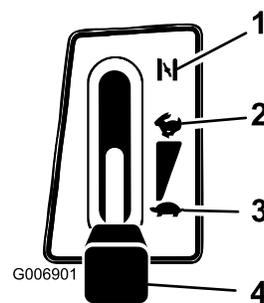

Bild 9
4. Stellen Sie den Gasbedienungshebel auf Choke (Bild 9).
6. Schieben Sie den Gasbedienungshebel, sobald der Motor angesprungen ist, langsam auf Schnell (Bild 9). Sollte der Motor stoppen oder stottern, schieben Sie den Gasbedienungshebel wieder für ein paar Sekunden auf die Choke-Stellung, schieben Sie den Gasbedienungshebel dann auf Schnell. Wiederholen Sie diesen Vorgang nach Bedarf.
1. Stellen Sie den Gasbedienungshebel auf „Schnell“ (Bild 9).